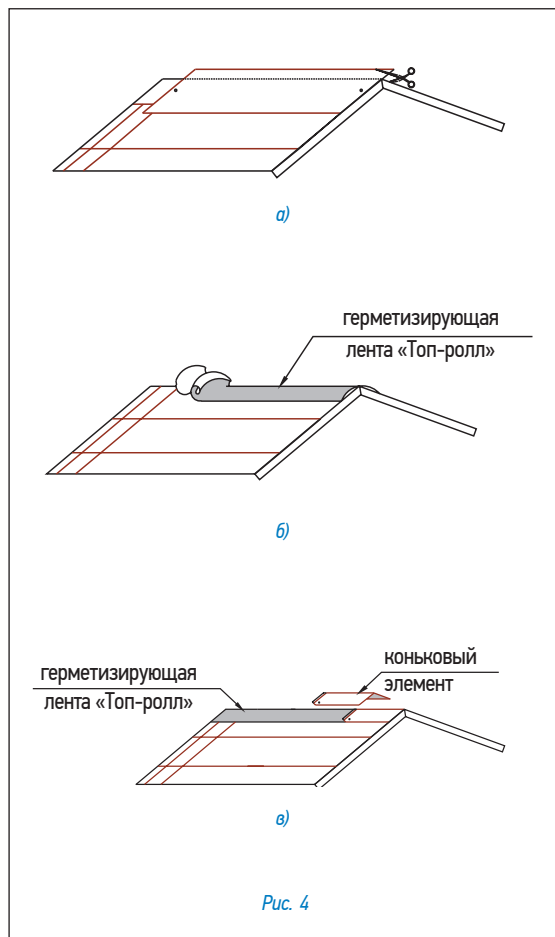

Рис. 4
Конек (рис. 4)
• Верхний ряд черепицы доводится до линии конька (ребра), выступающие части листов обрезаются (рис. 4а);
• линии коньков и ребер герметизируются специальной самоклеющейся лентой «Топ-ролл» (рис. 4б);
• далее устанавливаются внахлест специальные коньковые элементы (направление укладки по преимущественному направлению ветра). Каждый коньковый элемент плотно прижимается к основанию кровли и фиксируется двумя гвоздями из нержавеющей стали длиной 35 мм, которые перекрываются следующим коньковым элементом (рис. 4в).
- Верхний ряд черепицы доводится до линии конька (ребра), выступающие части листов обрезаются (рис. 4а);
- линии коньков и ребер герметизируются специальной самоклеящейся лентой «Топ-ролл» (рис. 4б);
- далее устанавливаются внахлест специальные коньковые элементы (направление укладки по преимущественному направлению ветра). Каждый коньковый элемент плотно прижимается к основанию кровли и фиксируется двумя гвоздями из нержавеющей стали длиной 35 мм, которые перекрываются следующим коньковым элементом (рис. 4в).